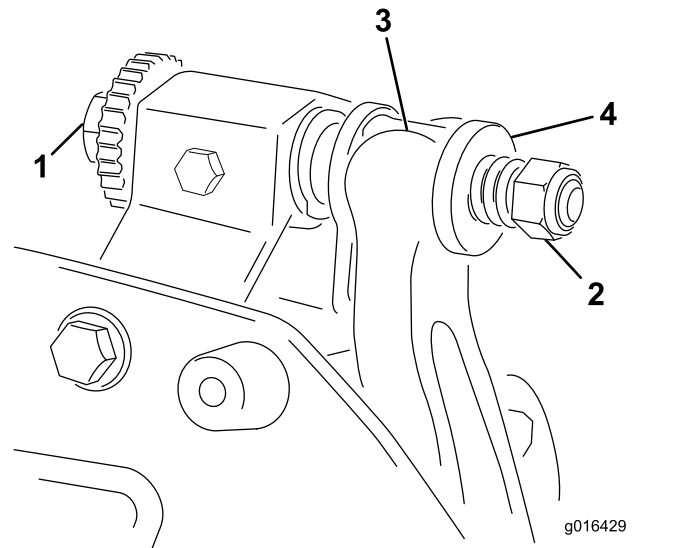

Figura 17
1. Gire el tornillo de ajuste de la barra de asiento en el sentido contrario a las agujas del reloj para alejar la contracuchilla del molinete (Figura 17).
- Afloje la tuerca de tensado del muelle hasta que el muelle deje de presionar la arandela contra la barra de asiento (Figura 17).
- Instale la barra de asiento, colocando las pestañas de montaje entre las arandelas y el tornillo de ajuste de la barra de asiento (Figura 17).